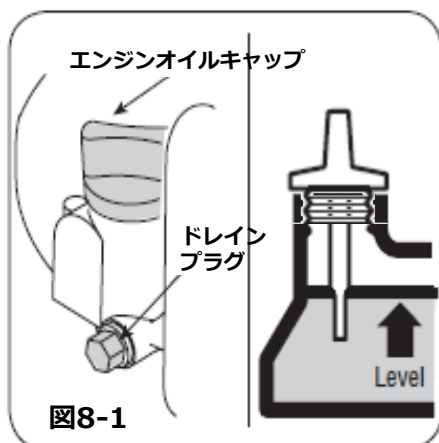

図8-1
1. ドレインプラグをはずし、エンジンオイルを適切な容器に排出します。(図8-1)
オイルのレベルをチェックします。(図8-1)